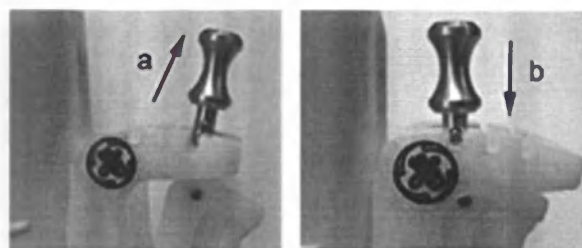

Рис. 5-20. Потяните ручку вверх и нажмите на нее
2. Потяните регулятор (Рис. 5-20 а), чтобы свободно перемещать крепление направляющей. Совместите ручку с выбранным положением крепления направляющей иглы.
Вставьте регулятор (Рис. 5-20 б) в нужное гнездо, чтобы зафиксировать положение угла крепления направляющей.